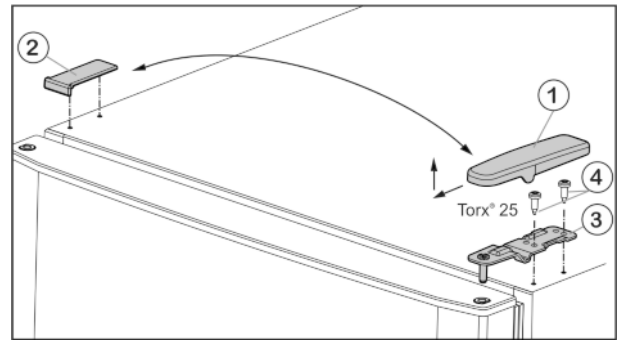

Fig. 5
- ▶ Abdeckung Fig. 5 (1) nach vorne und oben abziehen.
- ▶ Abdeckung Fig. 5 (2) abheben.
- ▶ Oberen Lagerbock Fig. 5 (3) abschrauben (2 mal Torx® 25) Fig. 5 (4) und nach oben abziehen.
- ▶ Oberen Lagerbock Fig. 5 (3) auf der neuen Scharnierseite in die Tür einsetzen.
- ▶ Oberen Lagerbock **fest (mit 4 Nm)** anschrauben (2 mal Torx® 25) Fig. 5 (4). Eventuell einen Akkuschraubendreher verwenden.
- ▶ Abdeckung Fig. 5 (1) auf der Gegenseite von außen aufsetzen und einrasten.
- ▶ Abdeckung Fig. 5 (2) jeweils auf der Gegenseite von oben aufsetzen und einrasten.